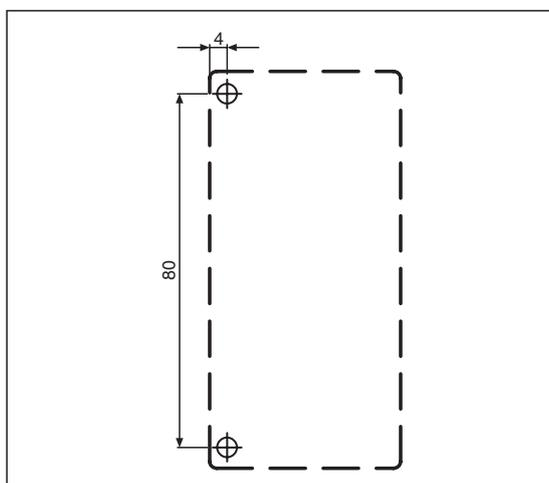

Abb. 5-2:
- Bohren Sie die Befestigungslöcher wie in Abbildung 5-2 angegeben.